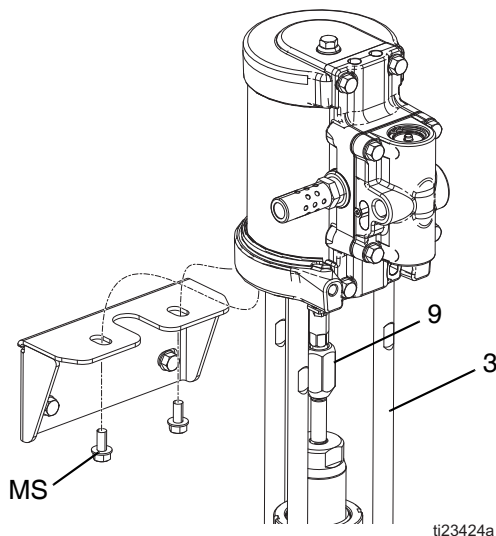

FIG. 3 : Débranchement du moteur pneumatique
3. Voir la FIG. 3. Utiliser une douille pour retirer les deux vis de montage supérieures (MS).